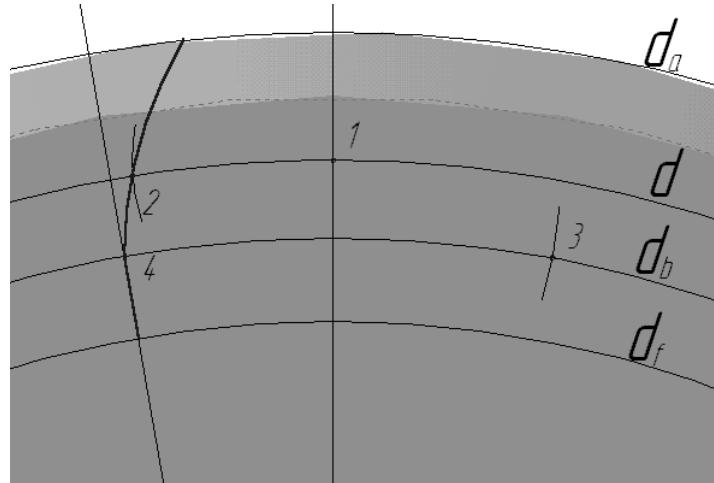

Рис.3
Точка  точку пересечения делительной окружности и вертикальной линии (точка 1, см. рис.3).
Первую и вторую точки дуги задайте произвольно так, чтобы она пересекла делительную окружность d . Отметьте эту точку пересечения (точка 2, см. рис.3).
16. Из отмеченной точки постройте дугу радиусом **R=d/6** так, чтобы она пересекла основную окружность. Точку пересечения отметьте (точка 3, см. рис.3).
Изображение должно быть таким же, как на рис. 3.